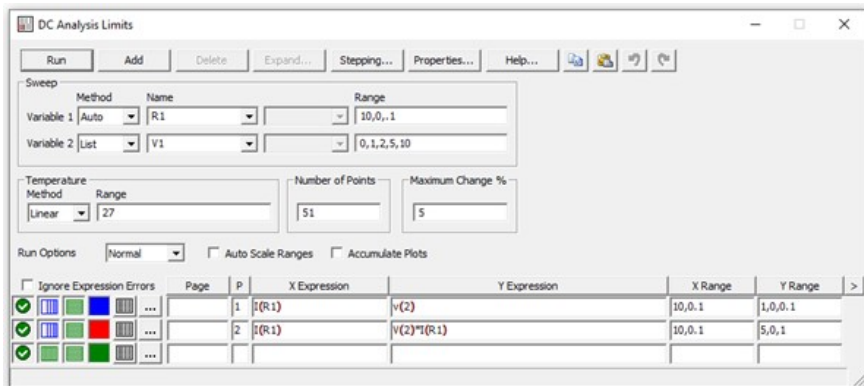

Рис. 2.9
2.8. Запустите расчет режима по постоянному току, выбрав **Analysis→DC...** (Alt+3). Установите пределы изменения как показано на рис. 2.9. Нажмите **Run**. Получившиеся графики сохраните в отчет.